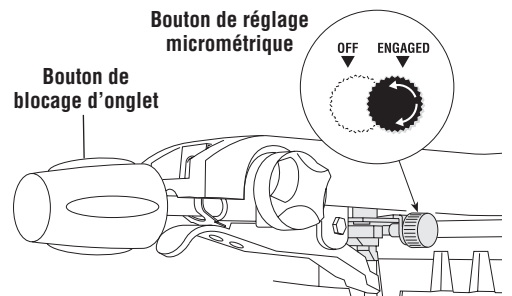

Figure 28. Système de réglage micrométrique
3. Appuyez sur le bouton de réglage micrométrique pour l'amener à la position 'ENCLENCHE'. Ceci met le système en prise dans l'encoche du cran (Figure 28).